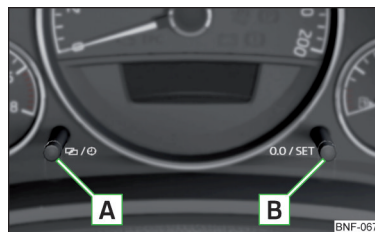

Fig. 26
- ▶ Tryk på knappen **A** » Fig. 26, og hold den inde, indtil timerne blinker.